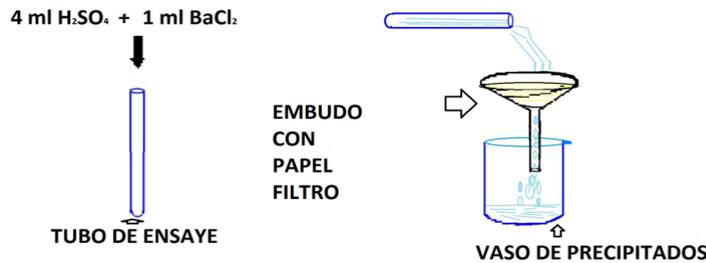

Fig. 5.1 Reacción de doble sustitución
- III.- De acuerdo a la fig. 5.1 proceda a filtrar.